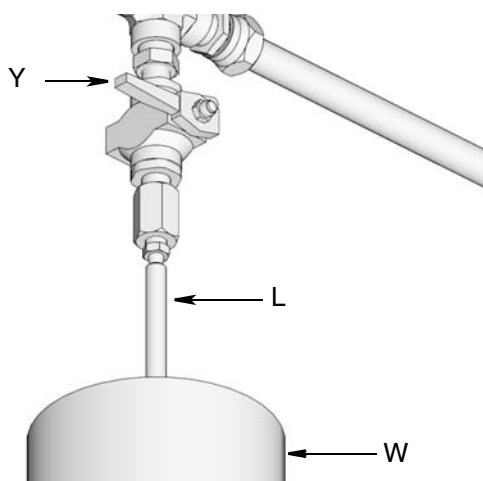

Рис. 28:
- a. Для сброса давления между заполнительным насосом (F) и автоматическим запорным устройством для заполнения (B) откройте шаровой клапан (bv) (Рис. 28). Давление сбросится, и лишняя жидкость стечет через дренажную трубку (L) в переливной контейнер для смазки (W).